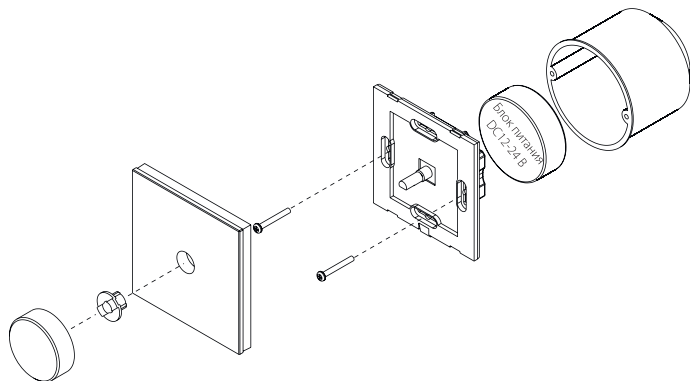

Рис.2. Монтаж панели управления.
- 3.4. Снимите вращающуюся ручку и втулку (рис.2)